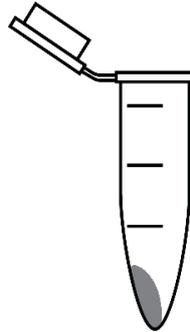

Abb. 2: Schematische Darstellung eines Mikrozentrifugengefäßes mit Pellet (grauer Bereich).
4. Wenn Ihr Euer zentrifugiertes Gefäß zurück erhaltet, befinden sich die Pantoffeltierchen im Pellet am Boden. Dieses ist in dem Mikrozentrifugengefäß mit Eurer Gruppennummer etwas zu der Seite der Deckelbefestigung gelegen (vgl. Abbildung 2).